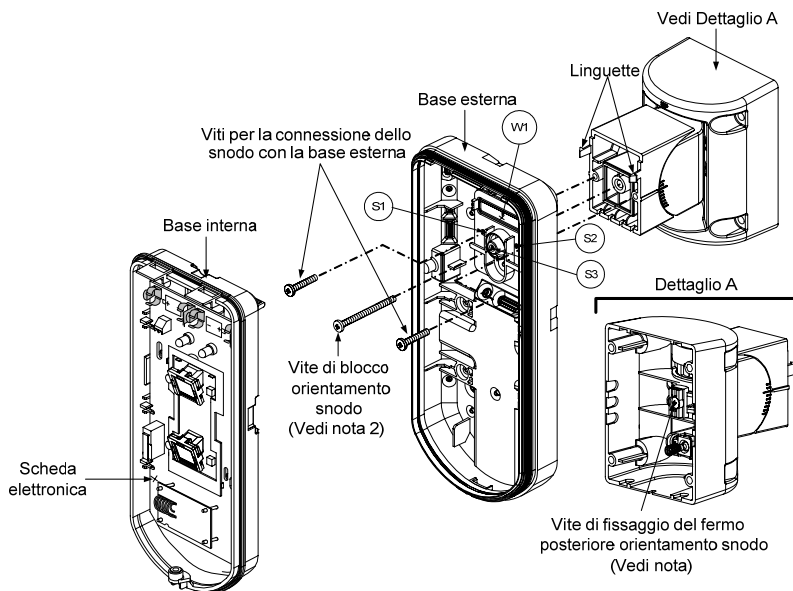

Figura 7
5. Fissare la base esterna allo snodo con due viti tramite le predisposizioni S1 e S2 (Figura 7).
6. Inserire nello snodo standard la vite (fornita) di fissaggio ad angolo facendola passare dalla base esterna attraverso il foro a sfondare S3 (Figura 7).
Quando i punti marcati delle due parti mobili sono allineati (figura 7), lo snodo standard si trova in posizione 0°. Ogni "click" verticale da questa posizione corrisponde ad un incremento / decremento di 5°.